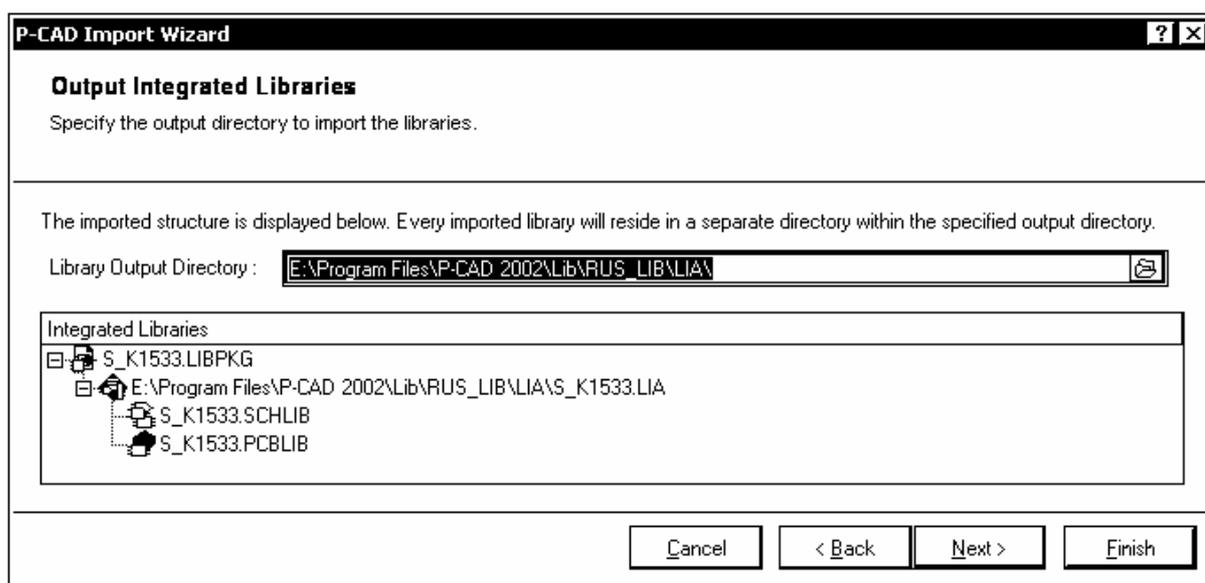

Рис. 3.22
Выбрать формат имени ТПМ в будущей библиотеке Altium Designer и кнопкой Next перейти на следующий шаг (рис. 3.22)..
4. На следующем шаге в диалоговом окне, рис. 3.22, указан путь и представлена структура конвертированной библиотеки